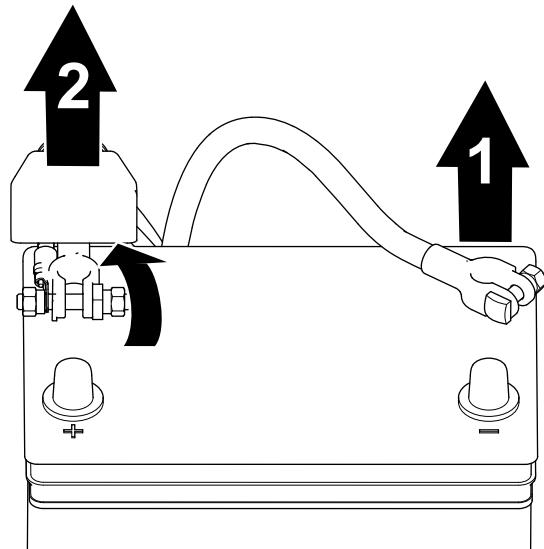

Figura 40
- Retire el cable negativo del borne de la batería (Figura 40).